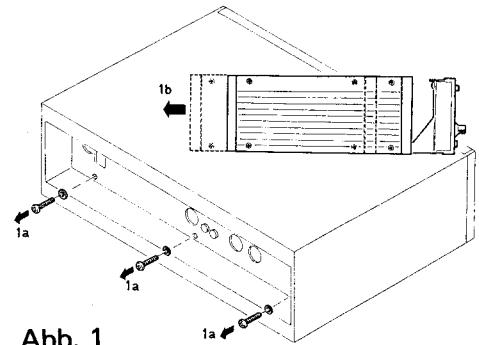

Abb. 1
- Die drei Kreuzschlitzschrauben in der Vertiefung hinten am Gerät lösen (Abb. 1).